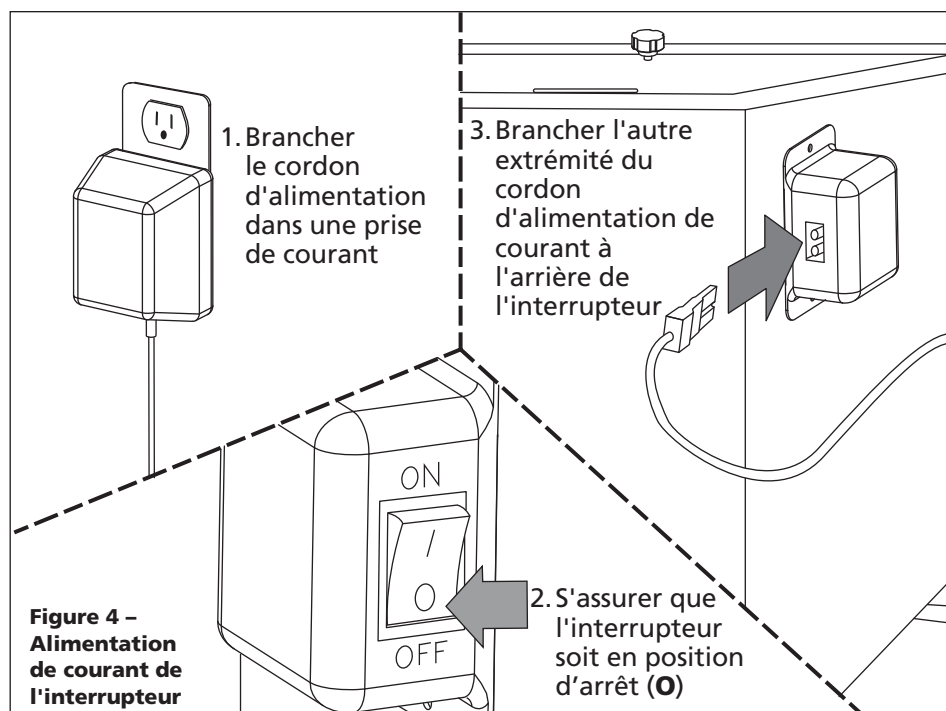

Figure 4 - Alimentation de courant de l'interrupteur
- S'assurer que l'interrupteur est à la position d'arrêt (O), brancher l'autre extrémité du cordon d'alimentation de courant 12 V dans l'interrupteur de la cabine (voir Figure 4).